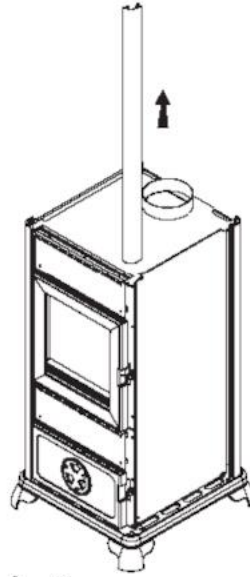

fig. 3
- Ziehen Sie das vordere Profil aus seiner Aufnahme, indem Sie es anheben, Abb. 3.